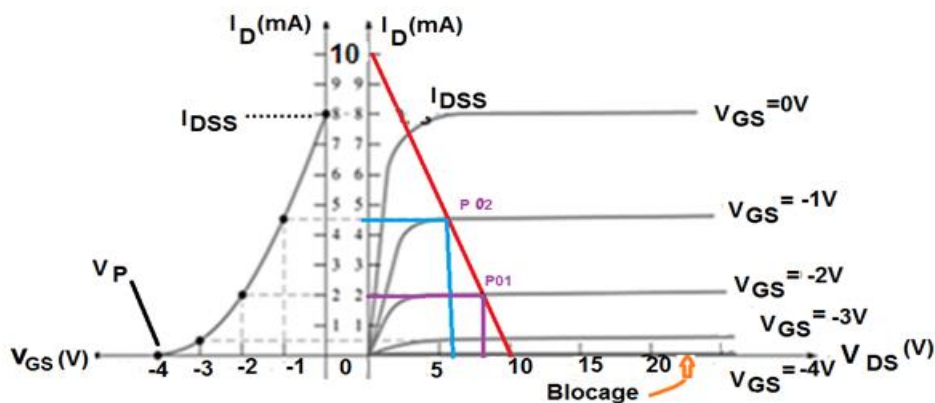

Figure 1.
2. La droite de charge statique $I_D = f(V_{DS})$ est donnée sur la fig.1
Les coordonnées des points de repos P_{01} et P_{02} sont déduites de la fig.1 : $P_{01}(7V ; 1,8mA)$
Dans ce cas, la valeur de I_{DSS} est déduite de la fig.1. $I_{DSS} = 8mA$